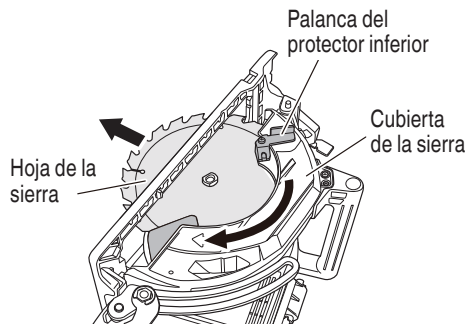

Fig. 16
- (2) Presione la palanca de bloqueo, bloquee el husillo y quite el perno de brida hexagonal y la arandela (B) con la llave.
- (3) Mientras mantiene sujeta la palanca del protector inferior para mantenerlo totalmente replegado en el interior de la cubierta de la sierra, retire la hoja (Fig. 16).